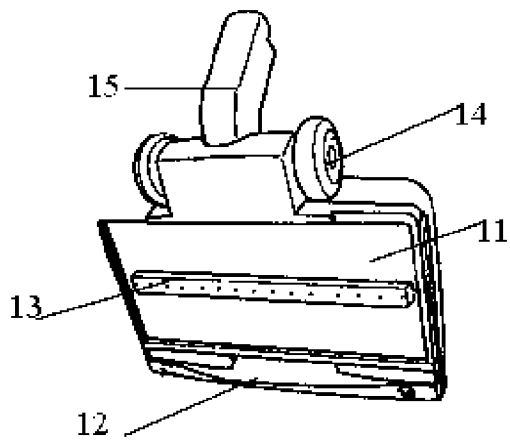

图 2
权利要求书 1 页 说明书 3 页 附图 2 页
[0008] 图 2 为现有技术抹布刷头的侧视图。刷头 1 包含:形成底面的底部面板 11;连接在底部面板 11 的上侧的外部容器。底部面板 11 是四角形状,在其上设置有抹布粘贴装置 13,抹布粘贴并固定于刷头的底面,其可以简便的安装到刷头上,或者从刷头上拆卸。底部面板 11 的前端中央部位形成有外部空气和异物流入的吸入口 12,吸入口 12 是上下方向贯通而成的。即,通过吸入口 12,底部面板下侧的空气和异物流动到底部面板的上侧。底部面板的后端设置有移动滚轮 14,移动滚轮 14 的作用是:使刷头 1 的移动变得顺畅。移动滚轮 14 在左右两侧分别设置一个。底部面板的中央部后端连接有连接管 15,其引导延长管和刷头,使之连接在一起。
- [0019] 图 2 为现有技术的抹布刷头结构的立体图;